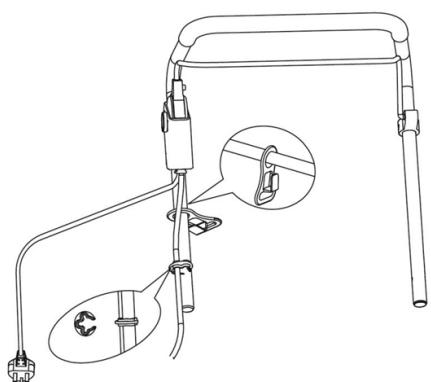

Abb.8
68. Accensione e spegnimento (Fig. 8)
Il pulsante di sicurezza (1) scatta in posizione. (Fig. 8)
Inclinare la maniglia verso il basso per sollevare leggermente la parte anteriore del dispositivo e ridurre il rischio di danneggiare il prato durante l'avvio. Premere il pulsante di blocco di sicurezza (1) sulla scatola di controllo e, mentre il pulsante è ancora premuto, tirare la leva di comando (2) verso di sé. (Fig. 8)